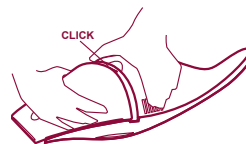

図13
- ダストコンテナ/タンクを溝に置いて「カチッ」と音がするまで押し込んで元の位置に戻します。（図13）